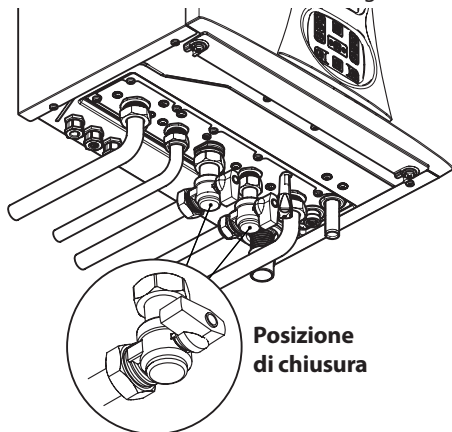

Figura 2.34
- Chiudete i rubinetti della caldaia Figura 2.34;